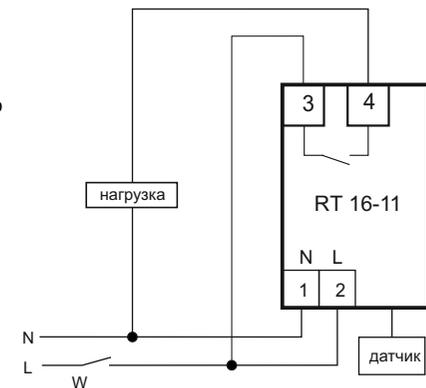

Рис. 2: схема подключения нагрузки
3.2. Нагрузка подключается к нормально-разомкнутому контакту реле (вывод 4 устройства, рис. 2).
5.2. Мощность нагрузки не должна превышать **8,0 кВт**. Подключите нагрузку к изделию согласно рис.2. Для этого используйте одножильный или многожильный провод с двойной или усиленной изоляцией, сечением, соответствующим мощности нагрузки. **Фазное** напряжение подается на контакты **2** и **3** изделия. Напряжение подается через выключатель **W**.